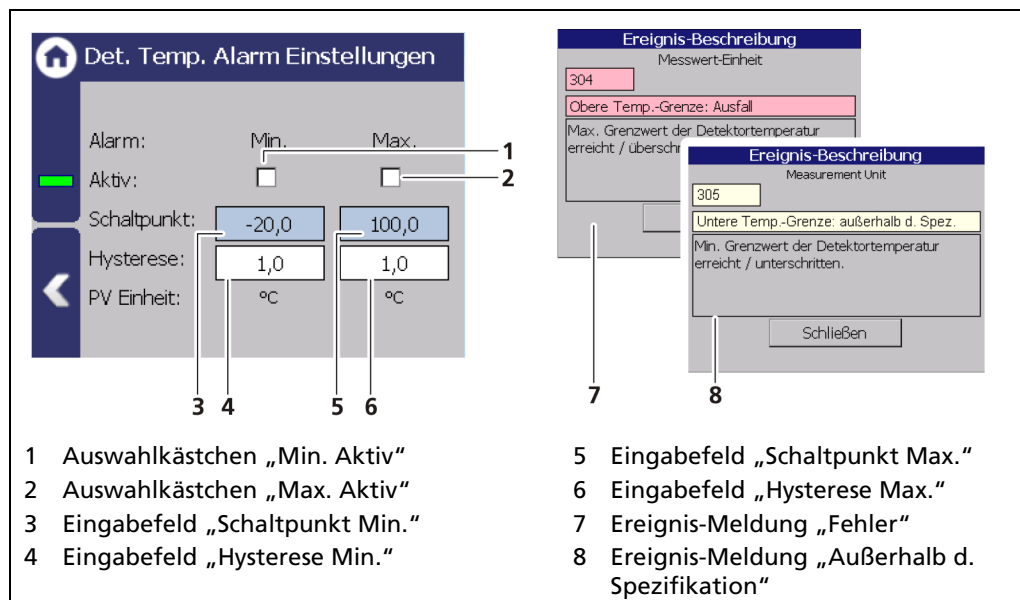

Abb. 124 Det.-Temp Alarm Einstellungen
1. Aktivieren Sie das Auswahlkästchen (Abb. 124, Pos.1).
2. Klicken Sie auf das Eingabefeld (Abb. 124, Pos.2) um einen Schaltpunkt einzugeben.
1. Aktivieren Sie das Auswahlkästchen (Abb. 124, Pos.3).
2. Klicken Sie auf das Eingabefeld (Abb. 124, Pos.4) um einen Schaltpunkt einzugeben.